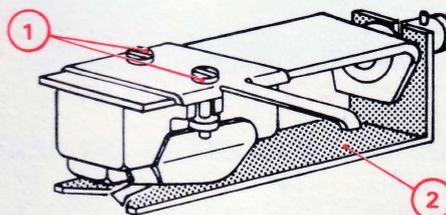

Fig. 3
#### A - POSITIONNEMENT DE LA CELLULE (Fig. 3)
- 1° - Placer la cellule dans le porte-cellule et serrer modérément les vis de fixation (1).
- 2° - Introduire la cale de réglage (2), (livrée en accessoire) sur le porte-cellule après l'avoir pliée, voir la Fig. 3.
- 5° - Serrer les vis de fixation (1) de la cellule.